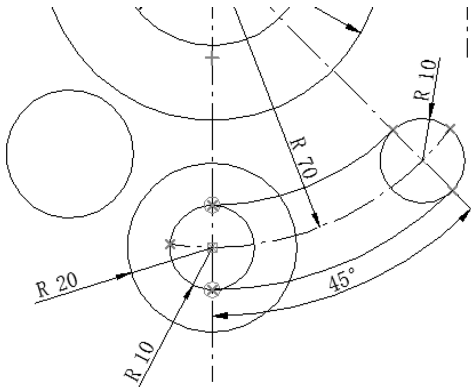

图 6-115 放置视图
(11) 单击【绘制草图】选项卡【绘图】区域下的  【圆】按钮下的【中心和点画圆】，在弹出的菜单栏中的直径(D): 【直径】中填入值 30mm，在左侧放置，如图 6-115 所示。